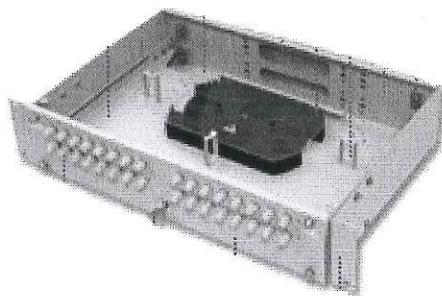

Рисунок 4 – Шкаф кросsovый оптический
5.4 Также в КСО установлен шкаф кроссовый оптический (ШКО), предназначенный для распределения и последующей коммутации волоконно-оптического оборудования на сетях связи общего доступа (см. рисунок 4).